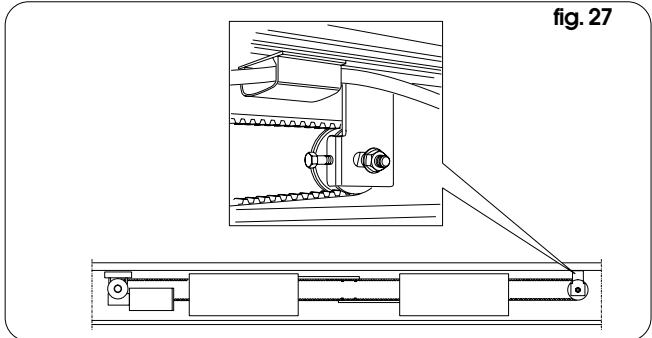

fig. 27
- Controleer of de riem niet te slap of te strak gespannen is, en gebruik eventueel het regelmechanisme van fig. 27: haal de moer los en regel de spanning met de schroef (door hem vaster te schroeven wordt de riem gespannen, door hem losser te schroeven verslapt hij), en blokkeer de moer vervolgens weer.